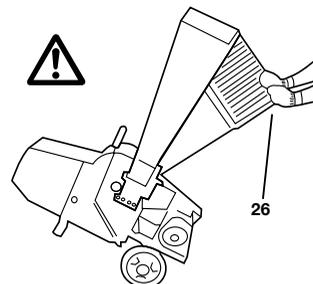

Figura 21
A continuación, tome la astilladora por la parte superior de la tolva de alimentación y pliéguela ligeramente hacia atrás (véase la Figura 21).
A continuación, tome la astilladora por la parte superior (26) de la tolva de alimentación y pliéguela ligeramente hacia atrás (véase la Figura 21).